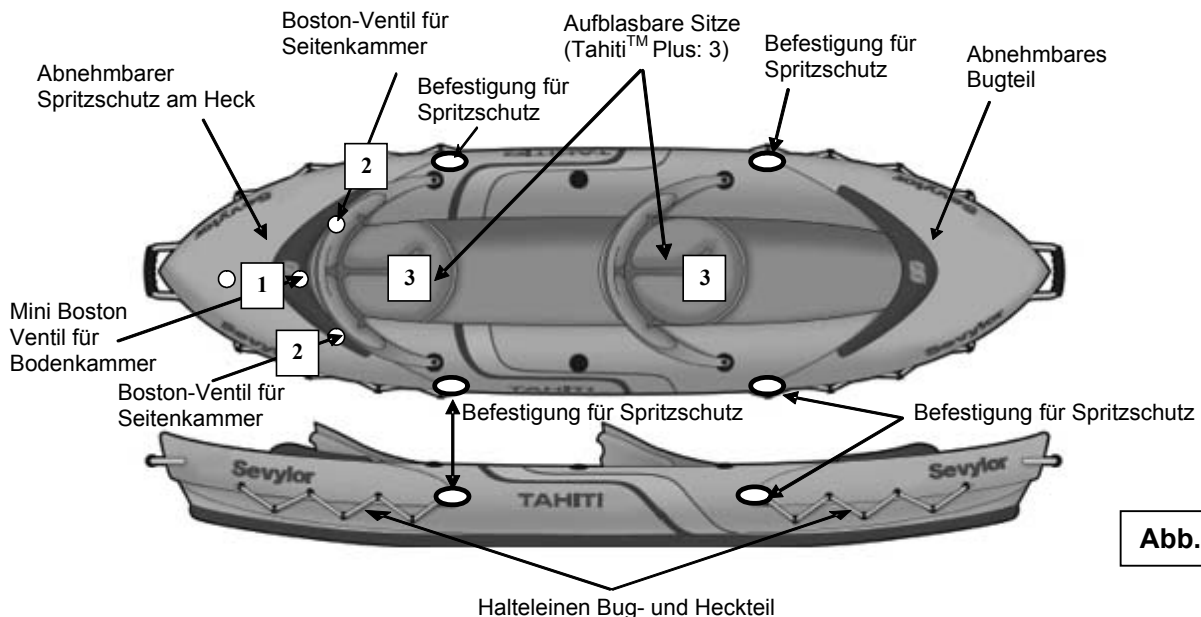

Abb. 1
- Pumpen Sie das Boot in der Reihenfolge auf, wie auf dem Typenschild aufgedruckt (siehe auch Abbildung 1 – Nummerierung der Ventile).